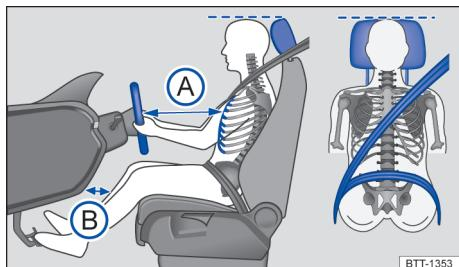

Fig. 22 Distância correta do condutor em relação ao volante, posição correta do cinto de segurança e ajuste correto do apoio para cabeça.
- Ajustar o banco de modo que a distância entre o volante e o tórax tenha no mínimo 25 cm → Fig. 22  e que o condutor possa segurar o volante pela borda externa com as duas mãos e os braços ligeiramente dobrados.
- Ajustar o banco do condutor na direção longitudinal de modo que os pedais possam ser acionados com as pernas ligeiramente arqueadas e a distância para o painel de instrumentos na área do joelho seja de, no mínimo, 10 cm → Fig. 22 .
- Para os bancos com apoio para cabeça: ajustar o apoio para cabeça de modo que a sua borda superior se encontre preferencialmente na mesma linha da parte superior da cabeça → Fig. 22 – porém não abaixo da altura dos olhos. Posicionar a parte posterior da cabeça o mais perto possível do apoio para cabeça.